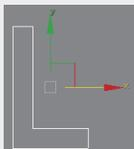

图3-16 角度
- 角度：使用“角度”工具可以创建一个闭合形状为“L”的样条线，如图3-16所示。